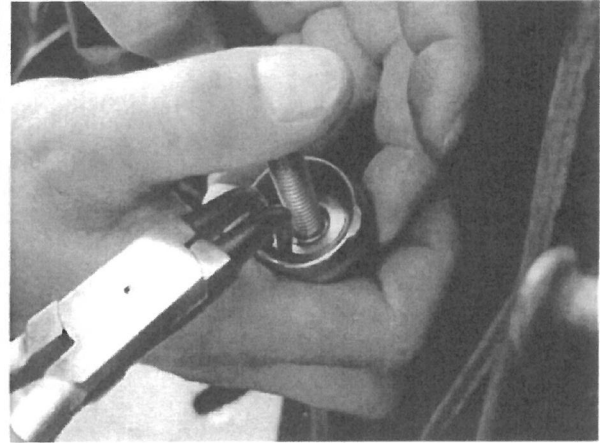

図 2
2. ノーマルのプッシュロッドを外します。マスターシリンダーを逆さにしてプッシュロッド側を上にしてプッシュロッドを上から押し込みながらスナップリングを外します(図 2)。